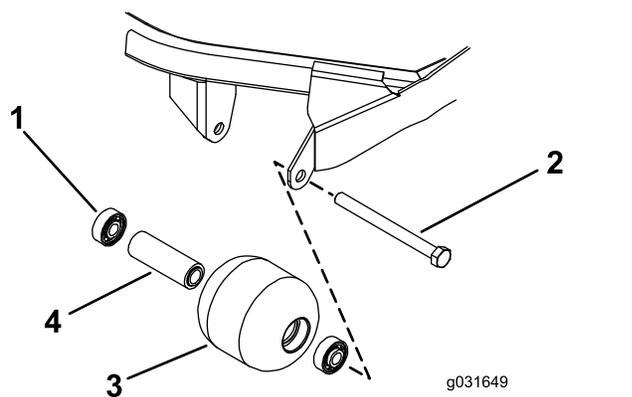

Figura 71
1. Retire o parafuso de montagem do rolo (Figura 71).
4. Verifique se a estrutura dos rolamentos, os rolamentos e o espaçador de rolamentos estão danificados (Figura 71).
1. Empurre só a calha externa ou, então, exerça o mesmo tipo de pressão nas calhas interna e externa, e empurre o primeiro rolamento para a estrutura do rolamento (Figura 71).
- Coloque o espaçador (Figura 71)
- Empurre só a calha externa ou, então, exerça o mesmo tipo de pressão nas calhas interna e externa, e empurre o segundo rolamento para a estrutura do rolamento até entrar em contacto com o espaçador (Figura 71).